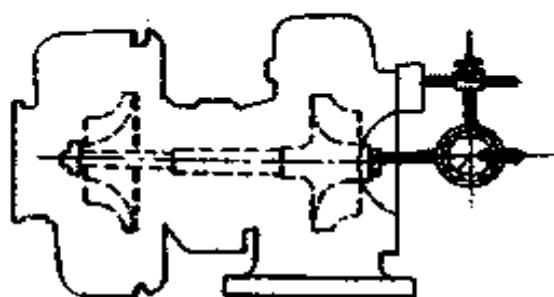

图 3-11 涡轮压气机转子轴向移动量测量
(1) 涡轮压气机转子轴向移动量，方法如图 3-11 所示。